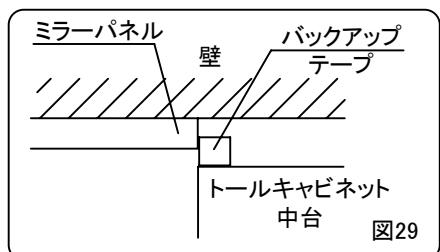

図29
④付属のバックアップテープを中台キャビネット背面のミラーパネル側に取付けてください。(図29)